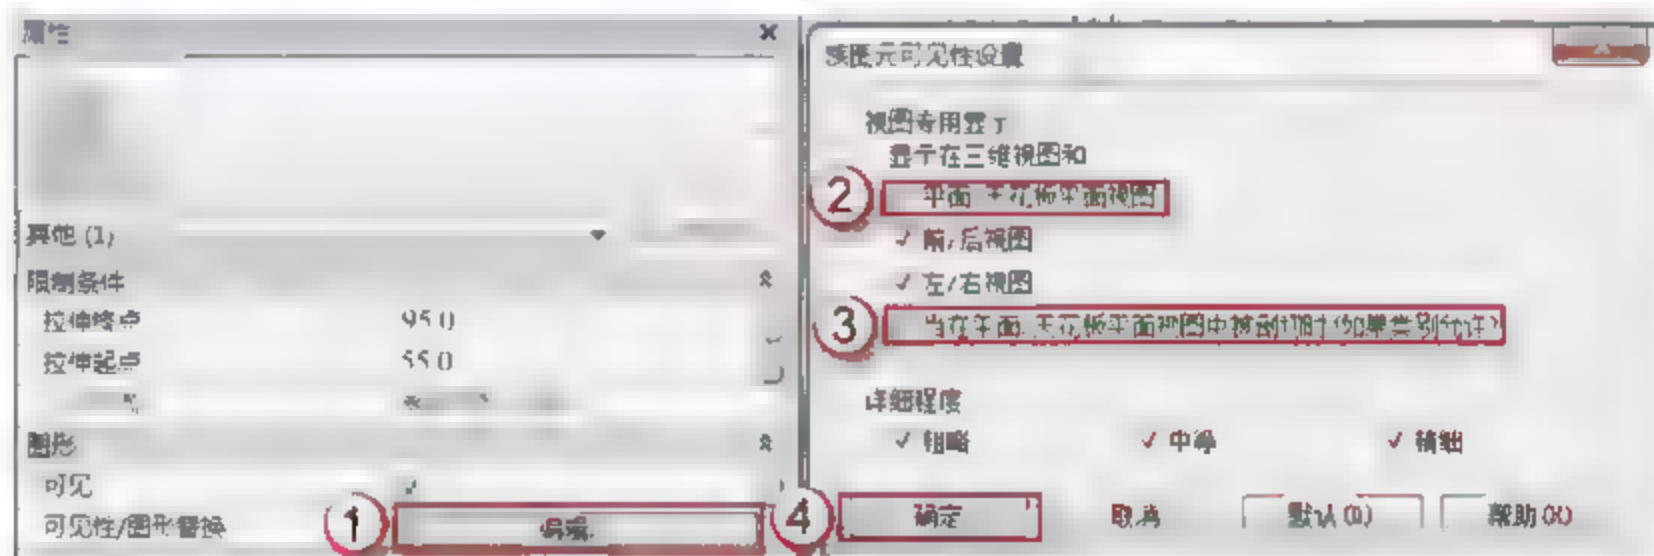

图 6.3.61 门板的可见性
(18) 修改 MC2934 的门板的可见性。在门板的“属性”面板中,单击“图形”栏“可见性/图形替换”后的“编辑”按钮,弹出“族图元可见性设置”对话框,取消“平面/天花板平面视图”和“当在平面/天花板平面视图图中被剖切时(如果类别允许)”复选框的选择,单击“确定”按钮,如图 6.3.61 所示。